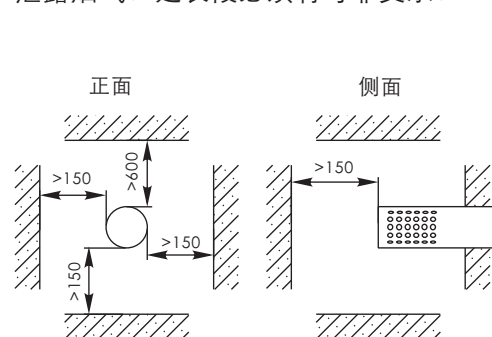

图11
- ① 排烟管不得安装在楼房的换气风道或公共烟道上。
- ② 排烟管必须采用随机附带的专用排烟管和附件。
- ③ 排烟管的直径为φ60mm（JSQ16-8H1C机型为φ50mm），墙壁（玻璃窗）的开孔直径为φ70 mm（JSQ16-8H1C机型为φ60mm）。开孔位置要保证排烟管安装后，其出口与周围的不可燃的建筑物的位置关系满足图11要求，且距离建筑物墙面投影范